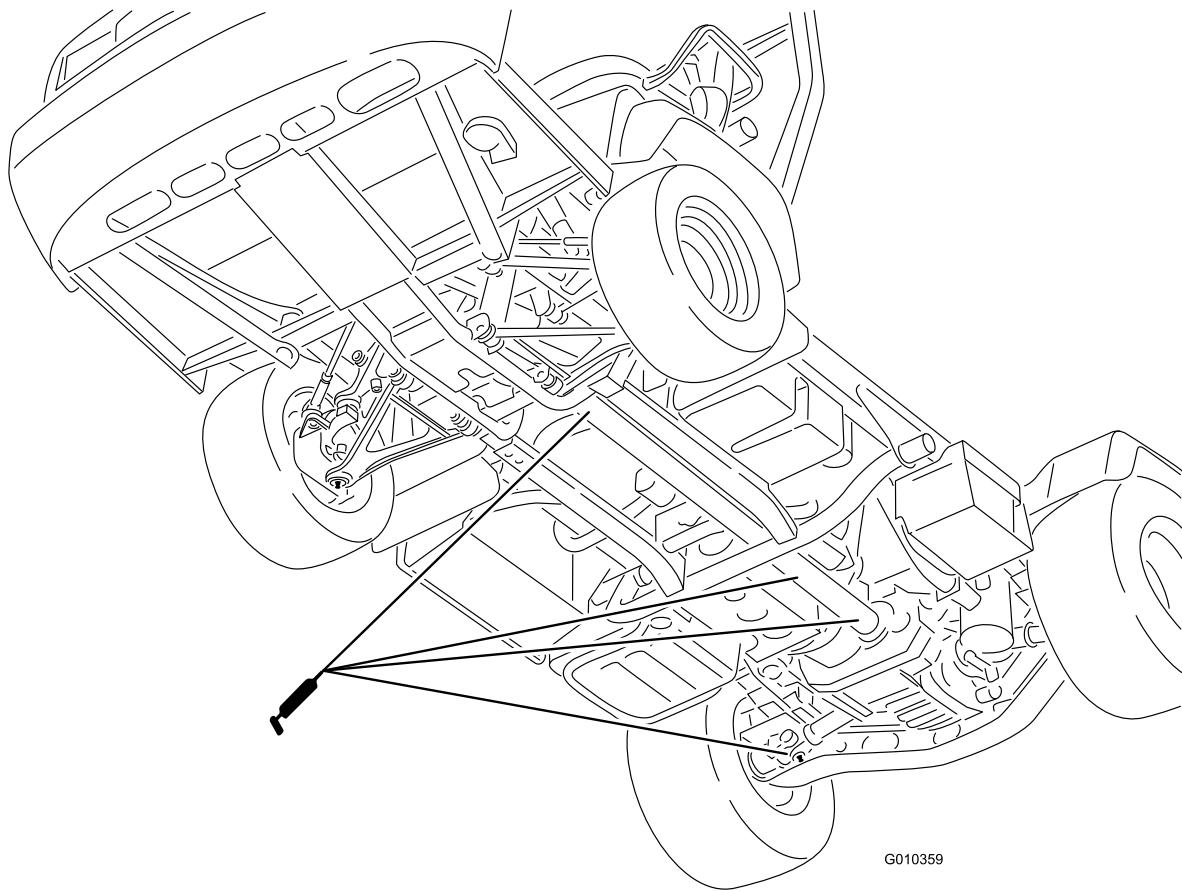

Figura 41
- Junta em U (18) e veio de tração às 4 rodas (3) (Figura 41)